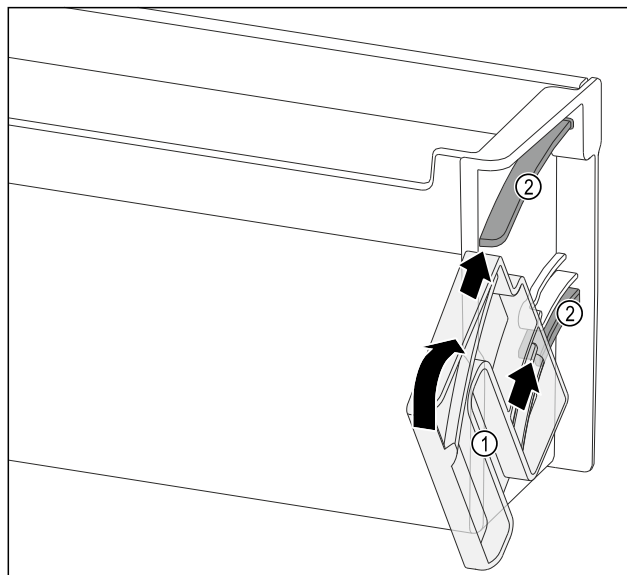

Fig. 96
- Umieścić pokrętkę Fig. 96 (1) w taki sposób, aby zagłębienia znajdowały się naprzeciw kanałów prowadzących Fig. 96 (2) półki w drzwiach.
- Obrócić pokrętkę Fig. 96 (1) w podanym kierunku.